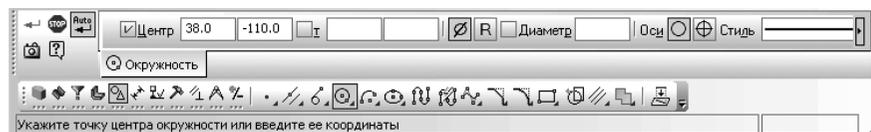

Рис. 3.40. Фрагмент главного окна системы: **Панель свойств: Окружность**, **Компактная панель** и **Строка сообщений**
- щелкните на **Компактной панели** по кнопке **Geometria**, если она не нажата, а затем в правой части по четвертой кнопке **Окружность** если она на месте, иначе ищите ее в дополнительной панели. Появится **Панель свойств: Окружность** (рис. 3.40).